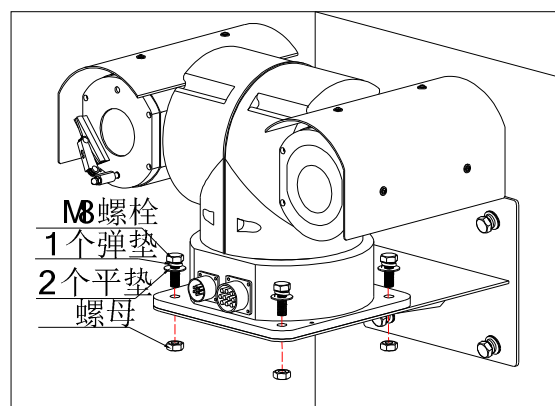

图 9
3) 再将云台用 4 个  $M8 \times 30$  的不锈钢螺栓加平垫弹垫用螺母紧固在壁装支架上（如图 9 所示）。